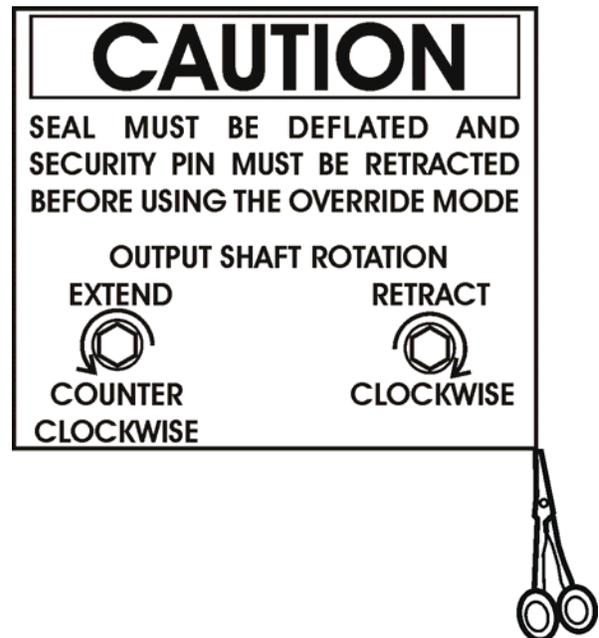

FIGURE 10
14. Placer la décalcomanie #478251 ou la figure 10 sur celle existante.